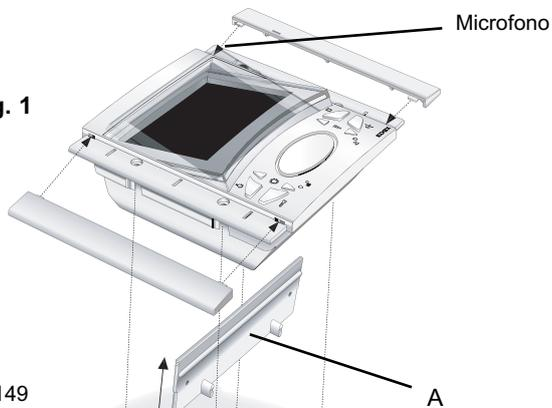

Fig. 2
- Incassare la scatola Art. 6149 (Fig. 2) al muro ad un'altezza di circa 1,45 m dal pavimento.
- Togliere il traversino in plastica dalla scatola (particolare A, Fig. 2)
- Inserire le mascherine laterali, facendo attenzione che quella con la fessura per il microfono, va inserita a destra (Fig. 2).